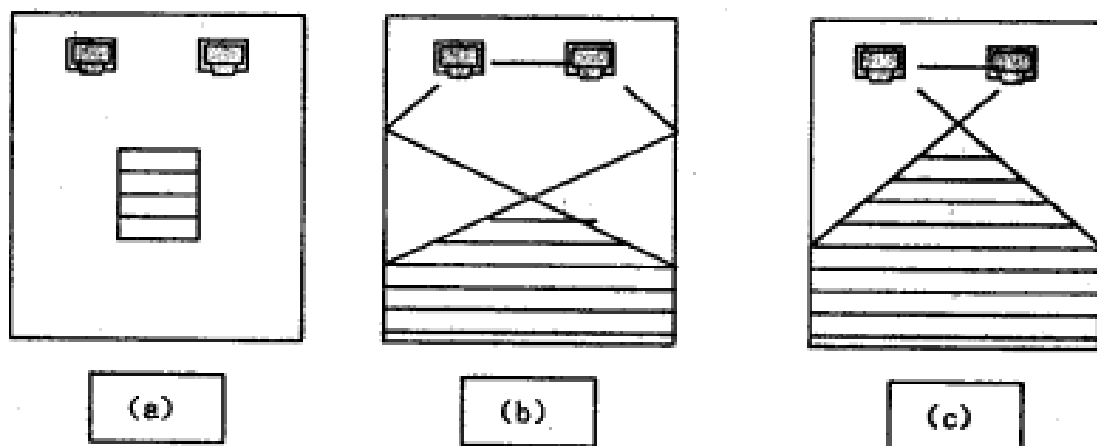

图1
②对音箱高度的要求:两个主音箱的高度,应当与坐着听音时人耳的高度在同一水平面上,对后置环绕音箱,可以略高,但其轴线方向应指向最佳听音区。
③音箱设置时可按以下方案进行(如图1所示)。
以上三图为欣赏普通立体声时,音箱的设置方案。其中图1(a)图为最佳设置方案,但由于最佳听音区的位置与我们的家具摆设不符,我们所坐的沙发一般靠墙,但若有大听的音环境,建议使用图1(a)方案。图1(b)、(c)两图是符合我们实际欣赏普通立体声的音箱设置方案,三图中的阴影部分均为最佳听音区。